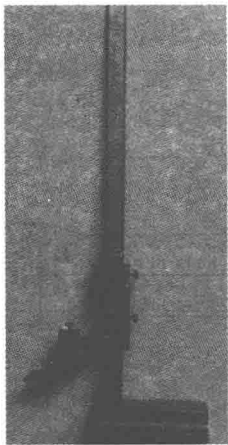

图 2-2 游标高度卡尺
(2) 游标高度卡尺 游标高度卡尺由游标卡尺和尺座组成并附有划针脚,能直接表示出工件的高度尺寸,其最小读数值一般为 0.02mm,可作为精密划线工具,如图 2-2 所示。
(4) 游标高度卡尺 如图 2-2 所示, 它附有划针脚, 能直接表示出工件的高度尺寸。其最小读数值一般为 0.02mm, 可作为精密划线工具。